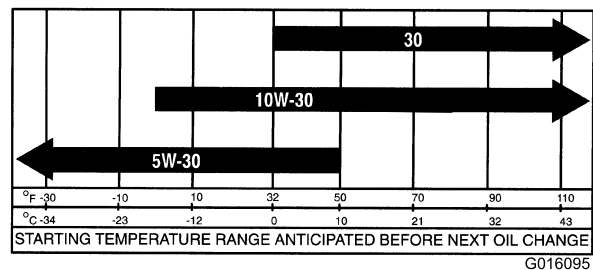

Figura 44
**Viscosidad del aceite de motor:** 10W-30; seleccione la viscosidad del aceite de motor según la temperatura del aire; consulte la tabla de Figura 44.